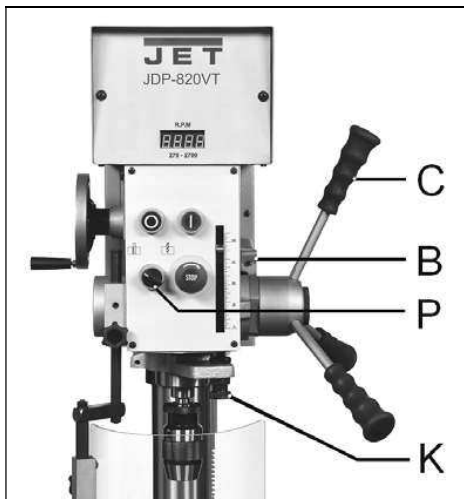

Fig 5
Pour un perçage de plusieurs trous de la même profondeur, utiliser la butée de profondeur (K, Fig 5).
- 1) Mettre le sélecteur (P, Fig 5) en position " tarauder".
- 2) Régler la butée de profondeur (K) à la profondeur de filet désirée.